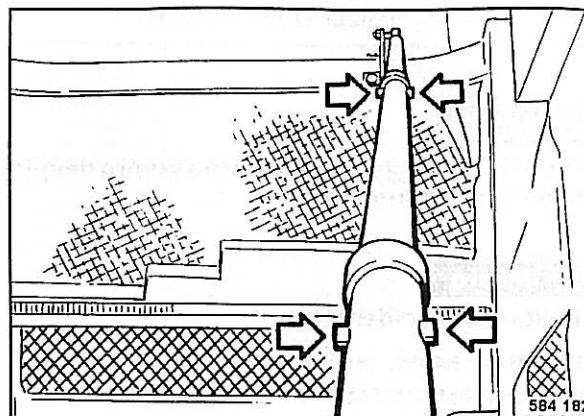

Fig. 58
- Tirar la cubierta hacia abajo, apretar el perno de resorte (Fig. 58) hacia dentro y juntar el soporte de forma telescópica.